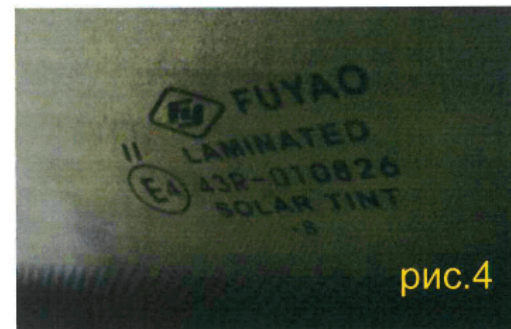

рис.4
3) Четкое фото логотипа (рис.4)